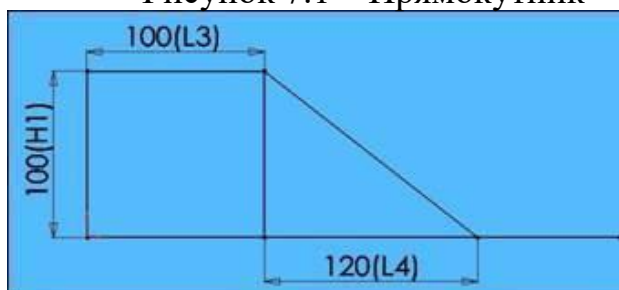

Рисунок 7.2 – Ескіз фронтальної частини
4. Натисніть на ліву кнопку миші і, переміщуючи покажчик вертикально вгору, намалуйте багатокутник, поруч з покажчиком відобразиться радіус вписаного кола і кут, який повинен бути рівний  $90^\circ$ . Відпустіть ліву кнопку миші (рис. 7.2).